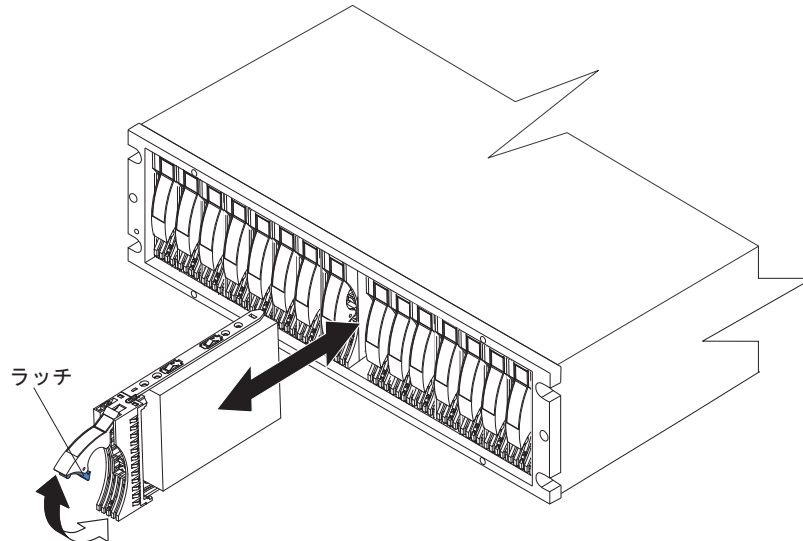

図 17. E-DDM CRU の取り外し
4. 図 17 に示すように、E-DDM をベイから引き出します。